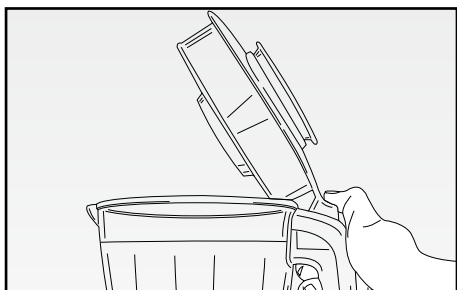

Fig. 12
- Aprire il coperchio premendo l'apposito tasto di apertura (Fig. 12).